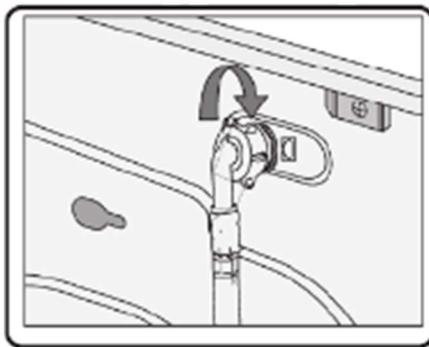

Рис. 2
- После этого открутите заливной шланг от задней панели стиральной машины (рис.2).